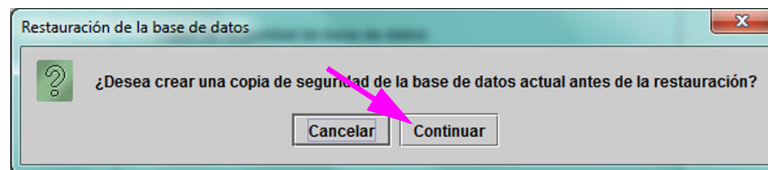
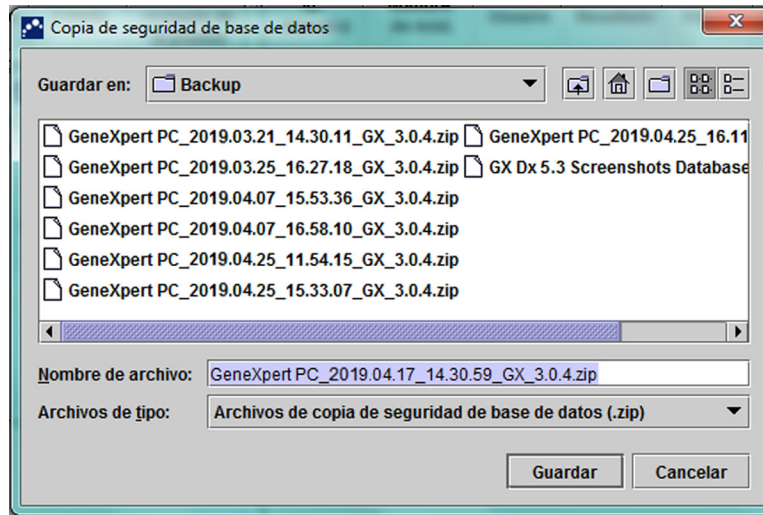

Figura 5-77. Cuadro de diálogo Restauración de la base de datos
Figura 5-78. Cuadro de diálogo Copia de seguridad de base de datos
2. Haga clic en **Continuar**. Aparece un cuadro de diálogo que le pregunta si desea hacer una copia de seguridad de la base de datos actual antes de restaurar (recomendado). Consulte la figura 5-77.
3. Haga clic en **Continuar** en el cuadro de diálogo de confirmación Restauración de la base de datos para continuar con la copia de seguridad de la base de datos (consulte la figura 5-77). Se mostrará el cuadro de diálogo Copia de seguridad de base de datos. Consulte la figura 5-78.
4. Busque y seleccione la carpeta en la que desea almacenar el archivo de copia de seguridad, escriba un nombre para dicho archivo (o utilice el nombre de archivo predeterminado) y, a continuación, haga clic en **Guardar**. Consulte la figura 5-78.